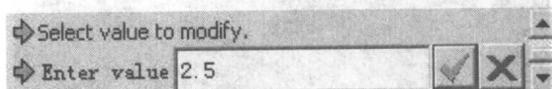

图 1-5
1. 在 cup.drw 操作窗口中，单击主菜单 Edit→Value 选项，选取设计窗中的壁厚尺寸 2.5，在信息区显示一文本栏，如图 1-5 所示。在该栏中输入 5，按回车键确认。